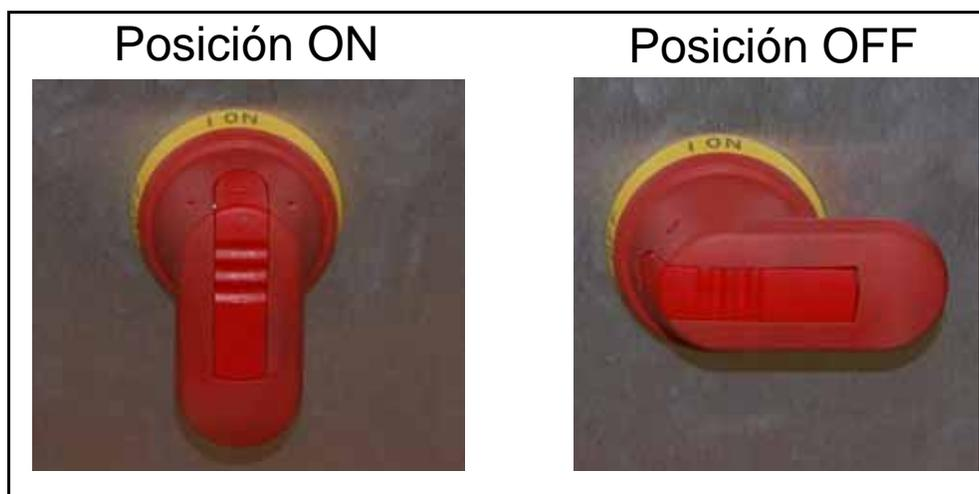

Figure 2-13: Palanca del Interruptor Principal de Desconexión
7. Colocar la palanca roja del interruptor principal en la posición OFF (ver la Figure 2-13).